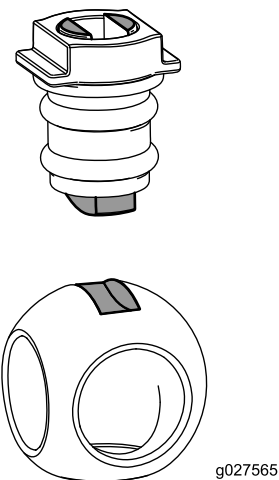

Figure 122
6. Insérez la bille dans le corps de la vanne (Figure 122).
Remarque: La tige de la vanne doit entrer dans la fente d'entraînement de la bille. Si la tige de la valve ne rentre pas, ajustez la position de la bille (Figure 122).